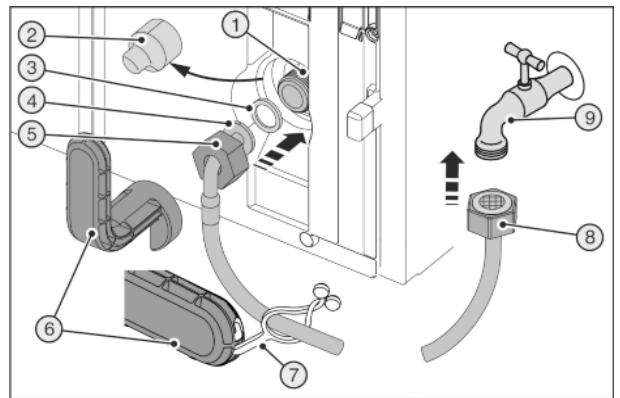
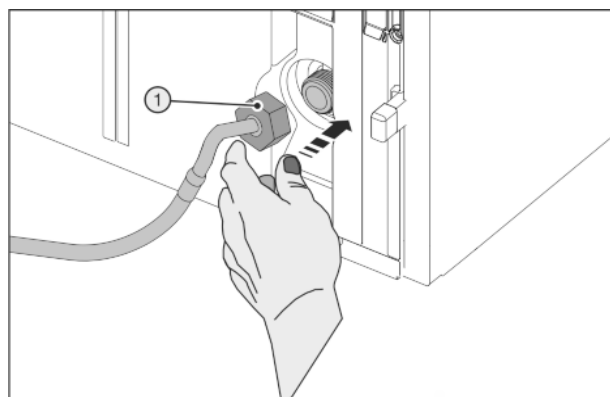

Fig. 28
Fig. 29
Outil auxiliaire Fig. 28 (6) cassé !
- ▶ Utiliser uniquement l'outil auxiliaire Fig. 28 (6) à la température ambiante.
- ▶ Retirer le cache Fig. 28 (2).
- ▶ Montage plus facile : Poser l'extrémité droite du tuyau Fig. 28 (8) à gauche sur le sol.
- ▶ Pousser à fond l'écrou Fig. 28 (5) sur l'extrémité du tuyau coudé Fig. 28 (4) et serrer.
- ▶ Humidifier le joint Fig. 28 (3) et l'enfoncer dans l'écrou Fig. 28 (5).
- ▶ Le joint Fig. 28 (3) est à plat et maintenu légèrement en place.
► Positionner soigneusement l'écrou Fig. 29 (1) et le visser droit sur le filetage avec deux doigts jusqu'à ce qu'il soit bien en place.
► Serrer l'écrou Fig. 29 (1) à l'aide de l'outil auxiliaire Fig. 28 (6) dans le sens des aiguilles d'une montre jusqu'à ce que le couple maximal soit atteint et jusqu'à ce que l'outil auxiliaire Fig. 28 (6) tourne à vide.
► Visser l'écrou Fig. 28 (8) sur le robinet d'arrêt Fig. 28 (9).
► Serrer l'écrou Fig. 28 (8) à l'aide de l'outil auxiliaire Fig. 28 (6) dans le sens des aiguilles d'une montre jusqu'à ce que le couple maximal soit atteint et jusqu'à ce que l'outil auxiliaire Fig. 28 (6) tourne à vide.
► Ouvrir le robinet d'arrêt Fig. 28 (9) de l'arrivée d'eau et vérifier que tout le système hydraulique est bien étanche.
► Accrocher la languette Fig. 28 (7) dans l'outil auxiliaire Fig. 28 (6) et la fixer au tuyau en acier inoxydable pour la conserver.